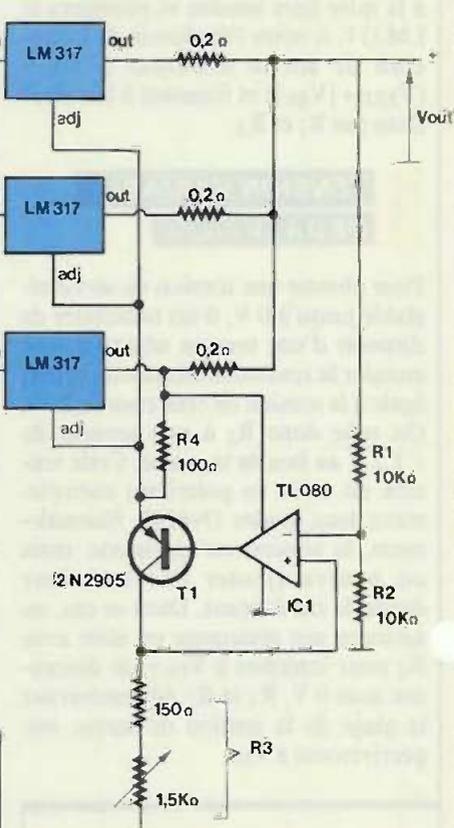

Fig. 12
**REGULATION DE PUISSANCE VARIABLE (fig. 12)**